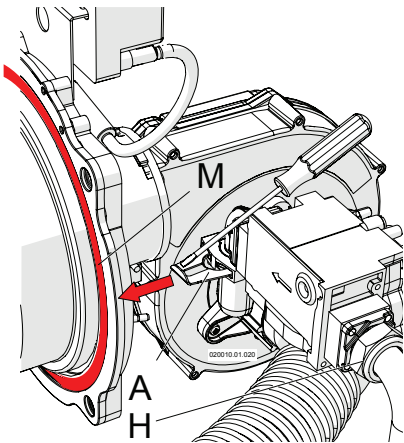
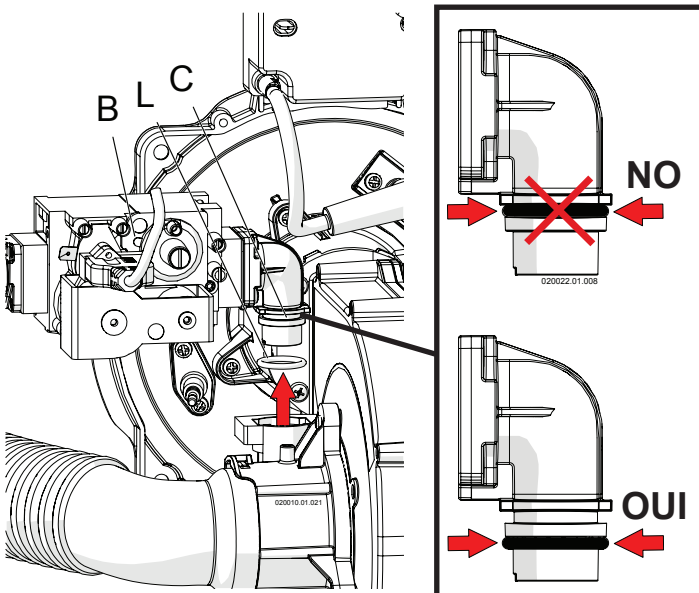

Figure 16-2 - Démontage de la soupape du gaz
Figure 16-3 - Levage de la soupape du gaz
- 4 - Dévisser le raccord "H" de la figure 16-2 ;
- 5 - A l'aide d'un tournevis retirer la fourche "A" de la figure 16-2 ;
- 6 - Retirer la soupape du gaz avec le raccord "C" comme sur la figure 16-3 (en faisant attention à joint torique "L" de la figure 16-3) ;
- 8 - Réinstaller la soupape du gaz en faisant attention à la bonne position du joint torique "L" de la figure 16-3 et au joint du raccord "H" de la figure 16-2 ;
- 10 - Serrer le raccord "H" de la figure 16-2 ;
- 12 - Vérifier qu'il n'y a pas de fuites du raccord "H" de la figure 16-2 ;